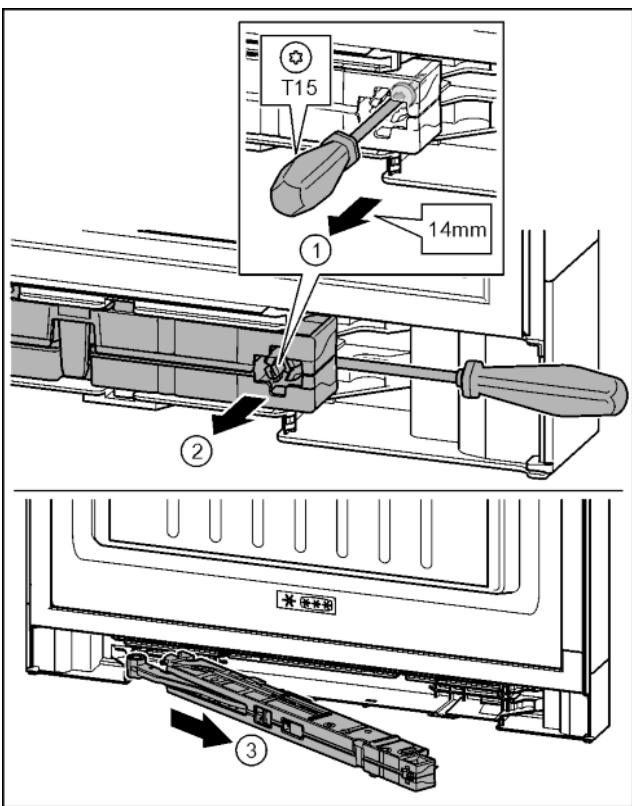

Fig. 17
- ▶ Šroub na jednotce tlumiče zavírání povolte šroubovákom T15 o cca 14 mm. Fig. 17 (1)
- ▶ Šroubovákom na straně madla zajedte za jednotku tlumiče zavírání. Otočte jednotku dopředu. Fig. 17 (2)
- ▶ Vytáhněte jednotku. Fig. 17 (3)